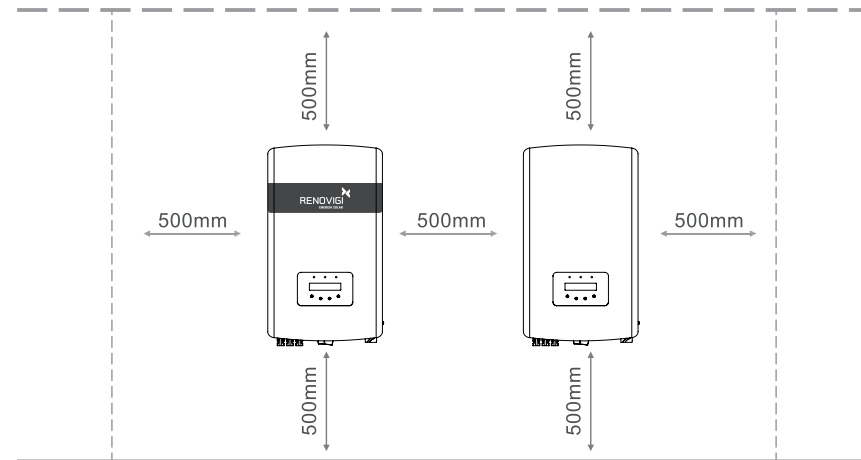

Figura 4.3 Espaço de montagem do inversor
- Quando há diversos inversores instalados no local, é necessário um afastamento mínimo de 500 mm entre cada inversor e outros equipamentos instalados. A parte inferior do inversor deve estar a pelo menos 500 mm do chão ou do piso. Veja a figura 4.3.
1. Conforme figura 4.3, selecione a altura de montagem do suporte e marque onde os furos de montagem serão feitos. Para paredes de tijolo, a posição dos orifícios deve ser adequada para os parafusos de expansão.